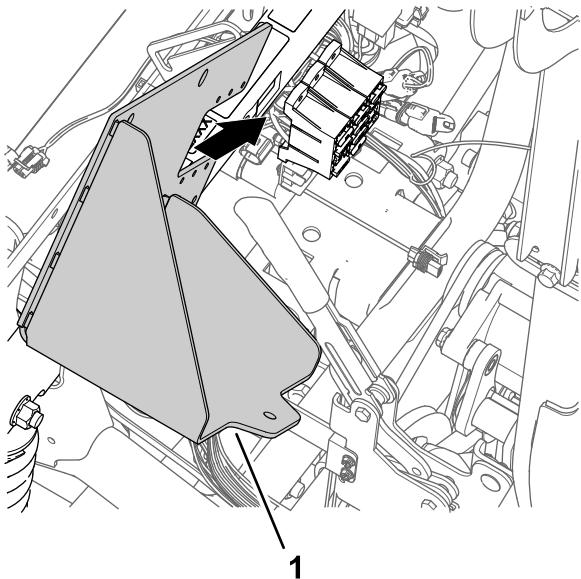

**Bild 171**
6. Nehmen Sie die Batteriehalterung von der Maschine ab (Bild 171).